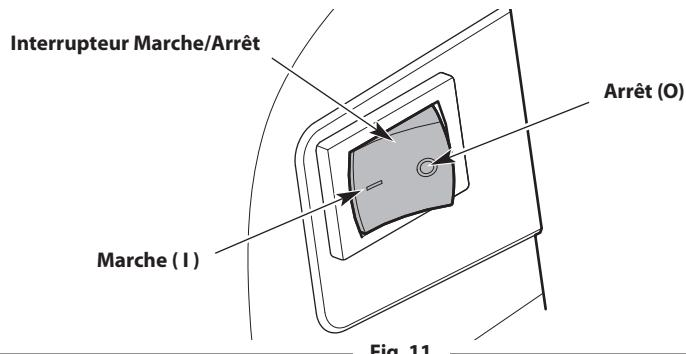

Fig. 11
**REMARQUE :** il n'est pas nécessaire de démarrer l'appareil. L'interrupteur de marche/arrêt est constamment en position de **Marche (I)** (Fig. 11).
2. Appuyez sur l'interrupteur de marche/arrêt et maintenez-le enfoncé en position **d'Arrêt (O)** jusqu'à ce que le moteur s'arrête complètement (Fig. 11).